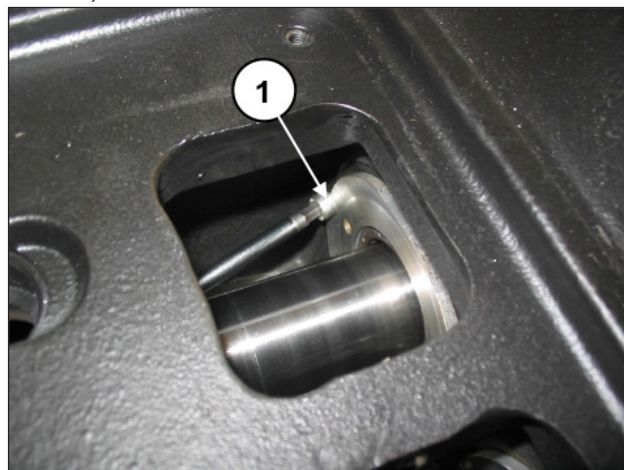

Рис. 113
Открутите два крепежных винта крышки сальника (поз. ①, Рис. 113).